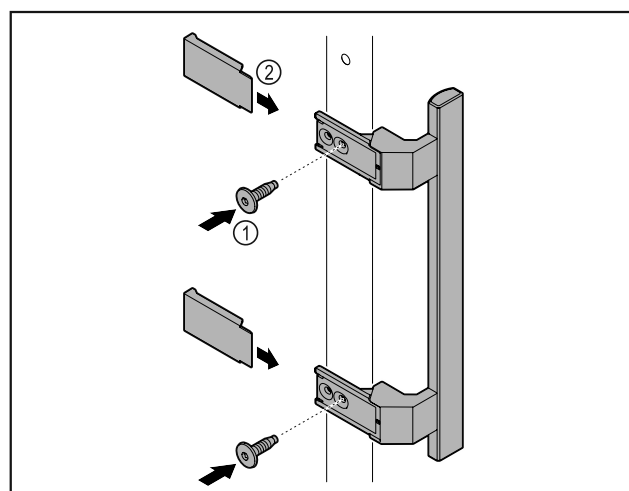

Fig. 64
- Colocar en la puerta el tirador del kit de accesorios con los tornillos incluidos Fig. 64 (1).
- Colocar las cubiertas Fig. 64 (2).